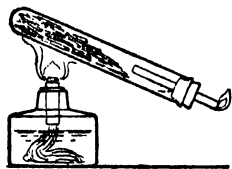

Рис. 64. Сухая перегонка дерева.
■ **Опыт.** Заполните пробирку на две трети лучинками сухого дерева. Вставьте пробку с трубкой, выдающейся внутрь пробирки, как на рис. 64.